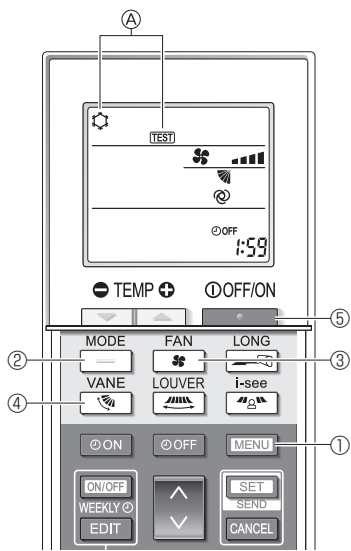

Fig. 8-5
- 2. Pulse el botón **MENU** ① durante 5 segundos. (Fig. 8-5)
En pantalla se visualiza **TEST** (PRUEBA) y el modo actual de funcionamiento. (Fig. 8-5)